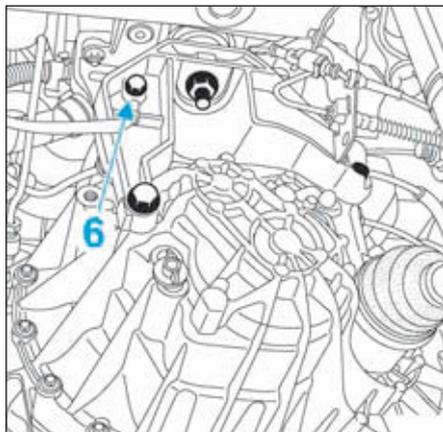

FIG.6
- Déposer la vis de masse (6) placée au-dessus de l'arrière de la boîte de vitesses (Fig.6).